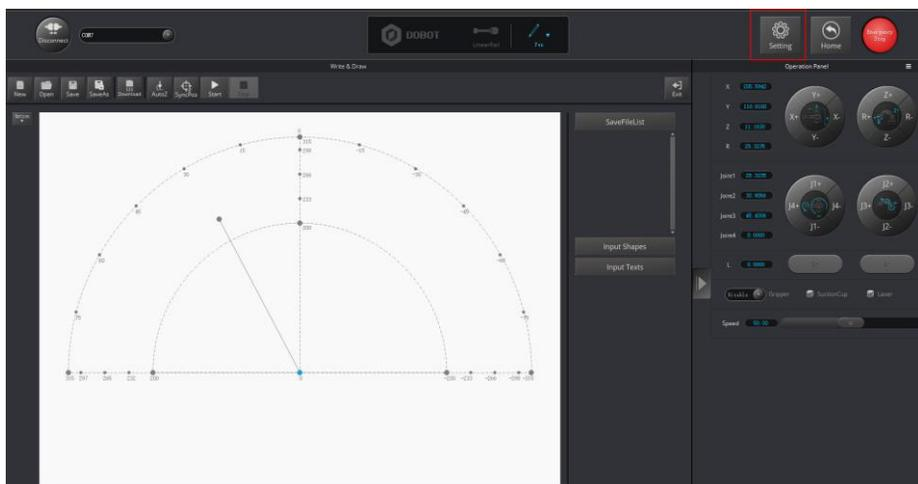

Figura 90: Clique em Setting
3.1. Clique em **Setting** na página **Write & Draw**, como mostrado na Figura 90.